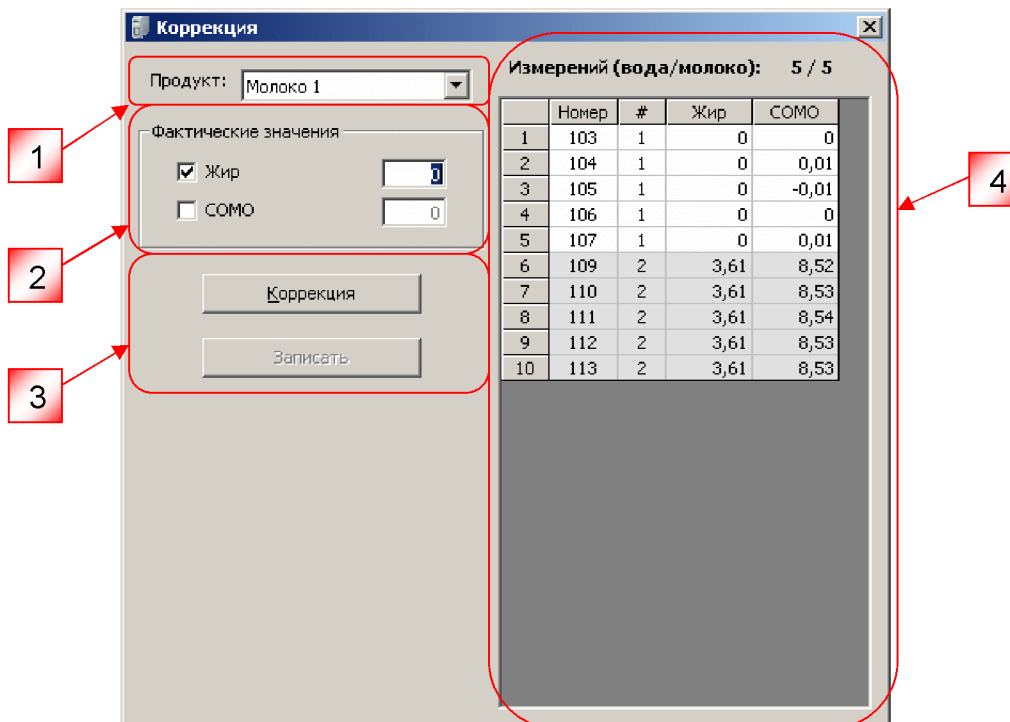

Рисунок 13
5. В выпадающем списке (1) (рисунок 13) выберите продукт для которого необходимо провести коррекцию.
6. В окне (2) (рисунок 13) выберите показатели для которых необходимо провести коррекцию и введите соответствующие значения химического анализа пробы.
8. На экране в таблицу (4) (Рисунок 13) будут выведены пересчитанные значения параметров проб.